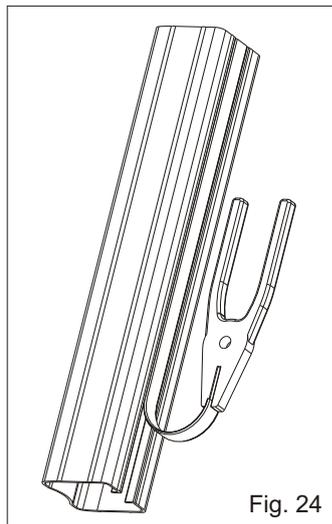

Fig. 24
**2.10.** Remover la lengüeta a tiron de la varilla (Fig. 24) y montarlo sobre el actuador mediante los dos tirantes sin apretar excesivamente los dos dados de fijación de la varilla (Fig. 25).